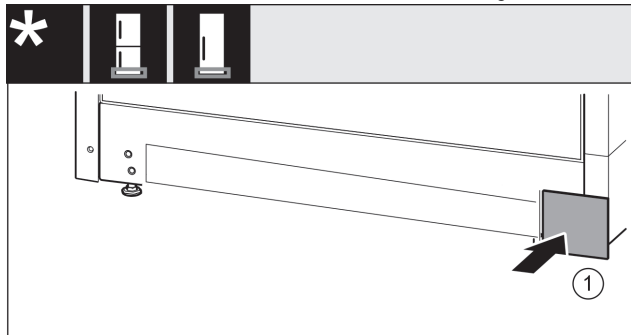

Fig. 33
- ▶ Abdeckung *Fig. 33 (1)* auf der anderen Seite wieder aufsetzen.